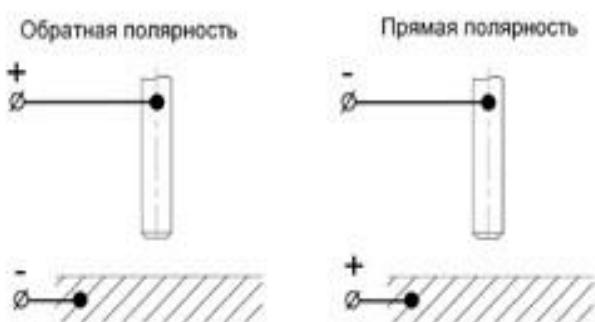

Рис. 8.4. Способы подключения.
**Существует два способа подключения сварочного оборудования для работы на постоянном токе (см. рис. 8.4):**